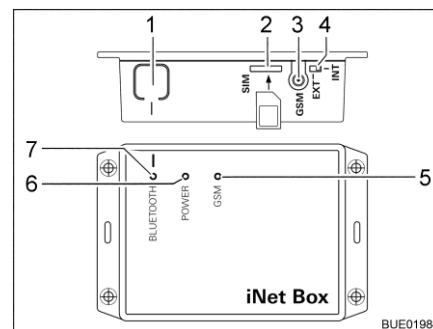

Fig. 92 Truma iNet-Box
- Pulsar la tecla BLUETOOTH (Fig. 92,1) en la iNet-Box por 1 segundo. La Truma iNet-Box estará visible por aprox. 2 minutos en el terminal móvil (nombre: "Truma iNet-Box"). Durante este intervalo, el LED BLUETOOTH azul (Fig. 92,7) estará parpadeando.
- Insertar la tarjeta mini SIM con número de teléfono propio y suficiente crédito cuidadosamente en la ranura (Fig. 92,2) de la Truma iNet-Box del modo mostrado hasta que engatille. El LED GSM rojo (Fig. 92,5) deberá parpadear de manera permanente. Si el LED rojo se apaga después de 20 segundos: Controlar la tarjeta mini SIM.